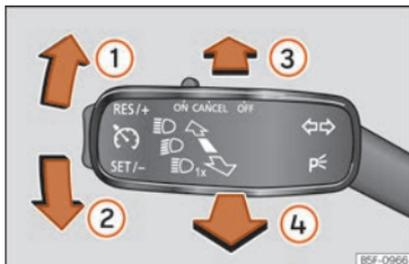

Fig. 131 Palanca de intermitentes y luz de carretera.
- Desplace la palanca ⇨ **fig. 131** hacia arriba ① o hacia abajo ②.
- Presione la palanca ⇨ **fig. 131** hacia delante en el sentido de la flecha ③.
- Las luces de carretera se apagan volviendo la palanca a la posición original en el sentido de la flecha ④.
- Tire de la palanca ⇨ **fig. 131** hacia el volante (punto de presión) en el sentido de la flecha ④.
- Accione la palanca de intermitentes **»» fig. 131 »» pág. 132** hacia arriba o hacia abajo – se encienden las luces de posición del lado derecho o izquierdo del vehículo.